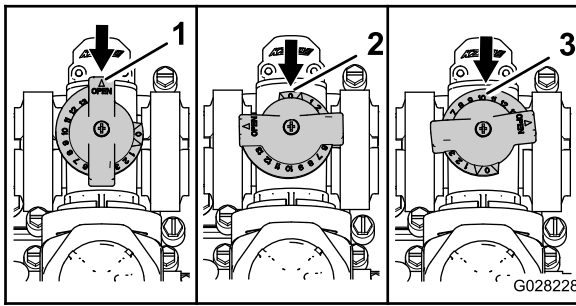

Figure 130
- La vanne de dérivation d'agitation est en position complètement OUVERTE comme montré à la Figure 130.
- La vanne de dérivation d'agitation est en position complètement FERMÉE (0) comme montré à la Figure 130.
- La vanne de dérivation d'agitation est en position INTERMÉDIAIRE (réglée en fonction du manomètre pour le système de pulvérisation) comme montré à la Figure 130.